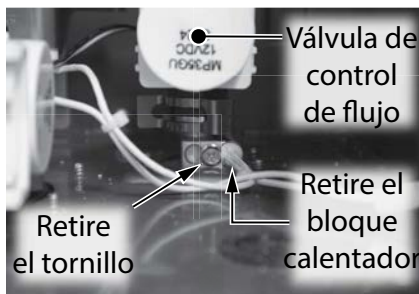

Figura 35 - Retire el bloque calentador de control de flujo.
- 13** Ubique el tornillo que fija el bloque calentador en el interior de la v vula de control de flujo como se muestra en la Figura 35. Use un destornillador Phillips de 12" (imantado) para retirar el tornillo. Deje el tornillo a un lado en un lugar seguro para volver a instalarlo. Retire el bloque calentador de la v vula de control de flujo.